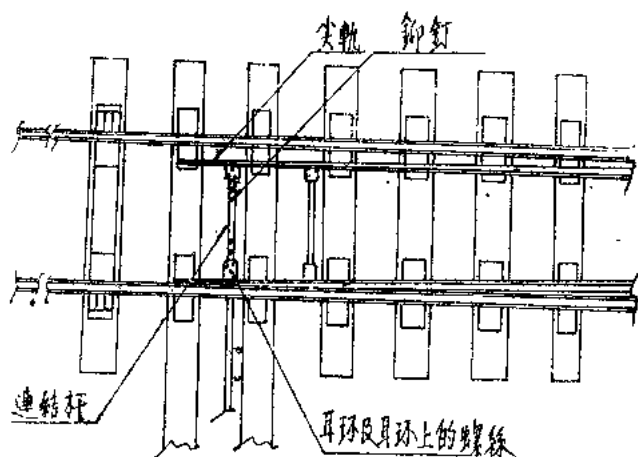

图 3
2. 連結杆与尖轨連結的耳环上的螺絲、鉚釘松弛或脱落时（见图3）；